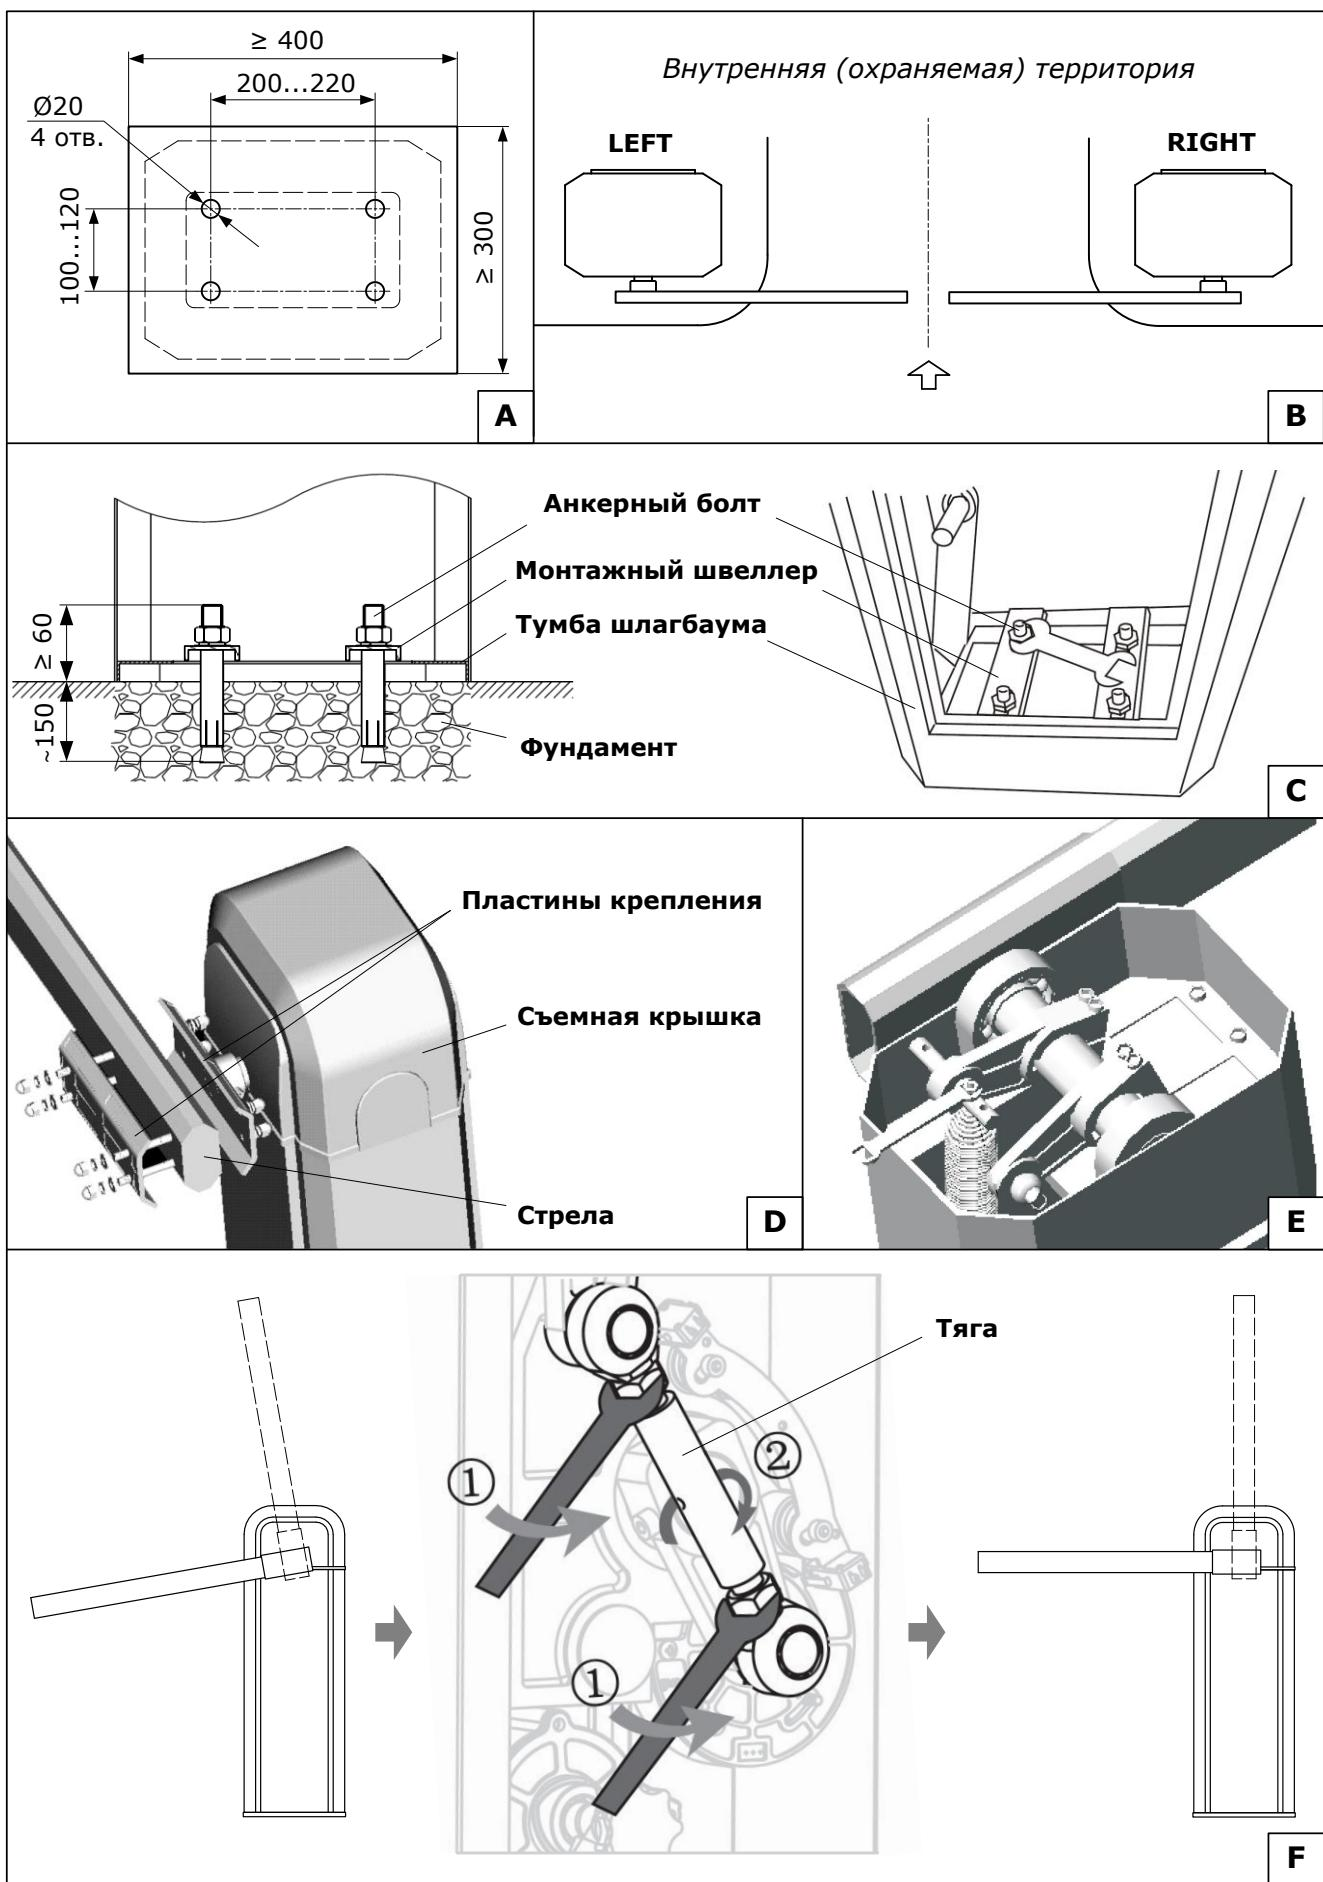

Рисунок 4. Монтаж шлагбаума
- подготовьте яму под фундамент для шлагбаума (Рисунок 4А-4С). Расположение ямы выберите, находясь внутри ограждаемой (охраняемой) шлагбаумом территории. Шлагбаум может быть установлен на правой или левой стороне проезда. Рекомендуется устанавливать шлагбаум таким образом, чтобы дверца тумбы шлагбаума могла открываться со стороны охраняемой территории (необходимо учитывать вид исполнения шлагбаума). Яму выполняйте на глубину, при которой не происходит промерзание грунта.